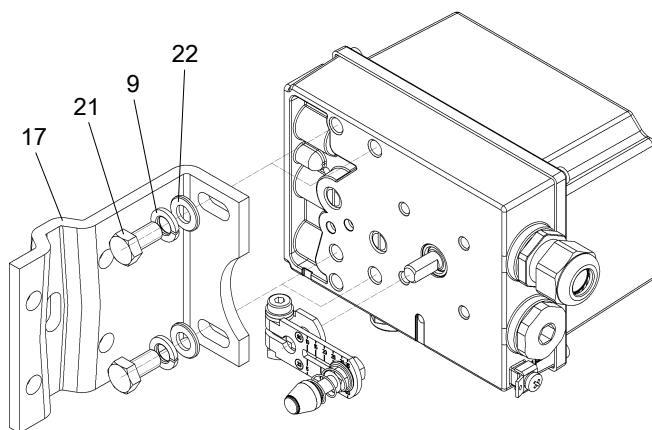

Fig. 12: Montage met montagehoek
6. Fig. 12: De klepstandsteller met de bevestigingshoek zodanig tegen de actuator houden dat de stift (1) binnen de opnamebeugel (18) gevoerd wordt.
7. Opnamebeugel (18) vastschroeven.
- actuator met rib: zeskantschroef (23), sluitring (22) en veerring (9).
- actuator met plat vlak: vier zeskantschroeven (23) met sluitring (22) en veerring (9).
- actuator met kolommen: twee U-bouten (20), vier zeskantmoeren (24) met sluitring (22) en veerring (9).